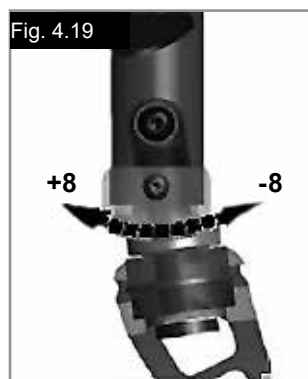

Fig. 4.19
Om de hoogte van de achterzijde van de zitting aan te passen, maakt u de 4 schroeven (1) (2 aan iedere kant) waarmee de klem (2) vast zit, los en verwijdert ze. Zet de 2 klemmen op de gewenste hoogte en plaats de 4 schroeven terug. Voordat u de schroeven weer aandraait, moet u de instructies opvolgen om de in/uit spoor naar nul te zetten (zie Fig. 4.19 - 4.20). Draai de schroeven tot 7 Nm aan.
Om ervoor te zorgen dat beide vorken parallel worden ingesteld, moet u de tanden tellen die aan beide kanten zichtbaar zijn. Nadat u de zwenkwielvork heeft ingesteld, zorgen de tanden voor een stevige positie, en kan een aanpassing van 16° met stappen van 2° worden aangebracht. Gebruik de vlakke zijde aan de voorkant van de zwenkwielvork om te controleren dat de positie een rechte hoek met de grond vormt (Fig. 4.19). Met het gepatenteerde ontwerp kan de zwenkwielvork zodanig worden gedraaid, dat het op een rechte hoek met de grond ingesteld kan worden wanneer de zittinghoek is aangepast.